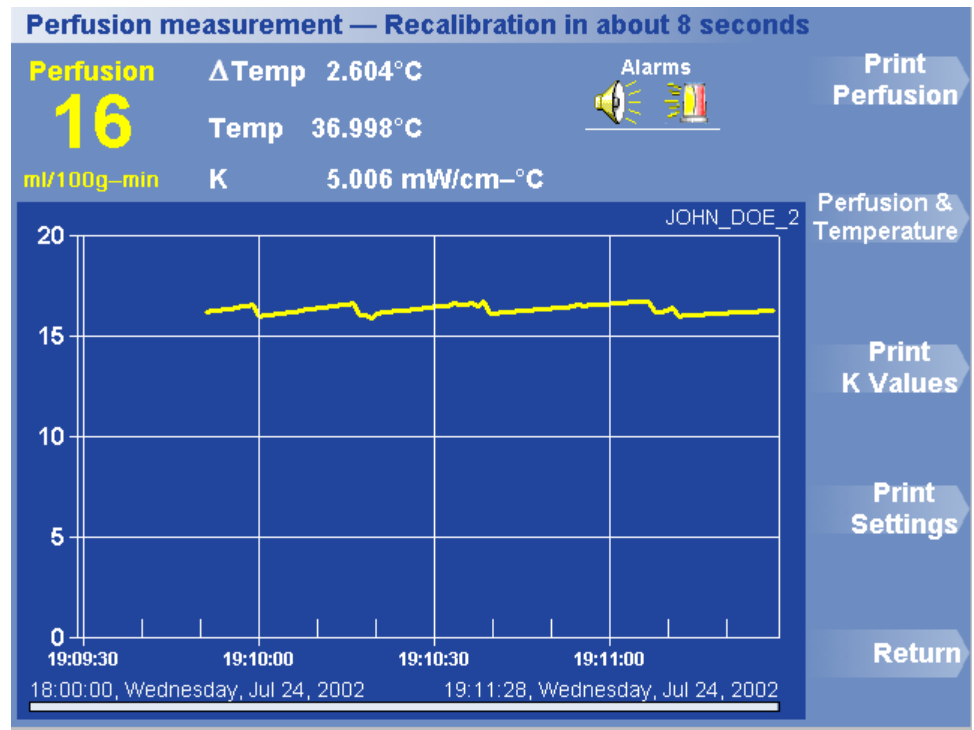

Figure 21. Menu Imprimer
1. Cliquez sur Print (Imprimer) en bas du menu Stop. Le menu Imprimer apparaît (figure 21).